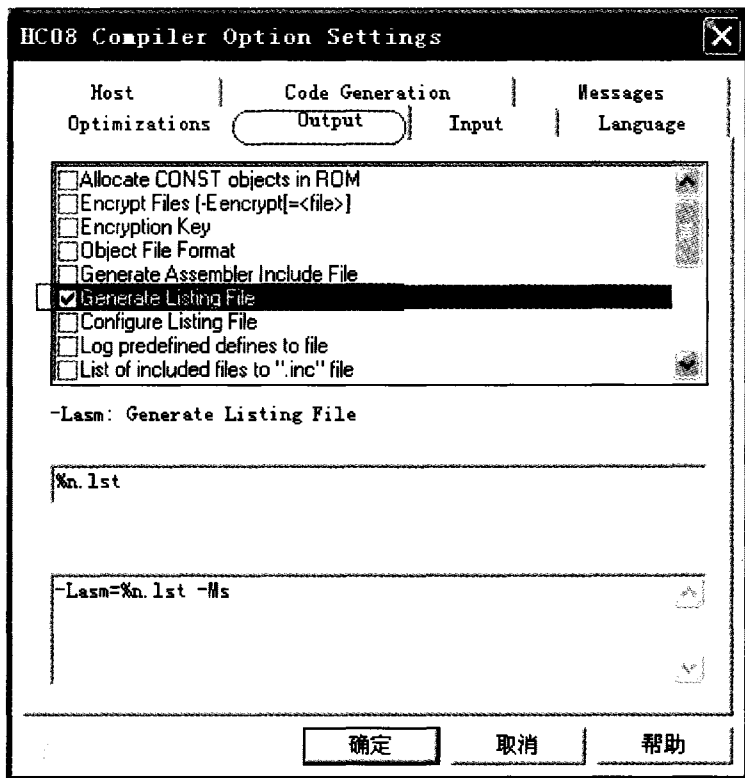

图 5.4 Output 设置
③ 在新弹出的窗口中切换到 Output 标签页,选中 Generate Listing File 选项即可(参见图 5.4: Output 设置)。